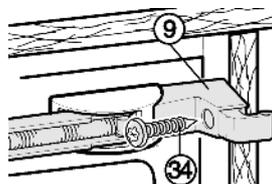

Fig. 33
- ▶ Fixer l'appareil par le haut: Bien pousser l'appareil au fond du meuble et le visser Fig. 33 (34) avec la charnière Fig. 33 (9) à l'aide d'une vis à panneaux de particules.